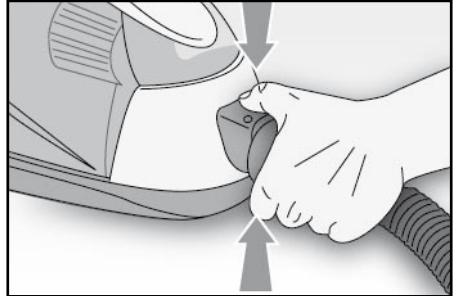

Fig. 2
- Inserire il manico (P) nell'apertura di entrata dell'aria (G) e premerlo finché non scatta il blocco. Per rimuoverlo, è necessario premere contemporaneamente i due pulsanti di sblocco (U) ed estrarlo (Fig. 2).